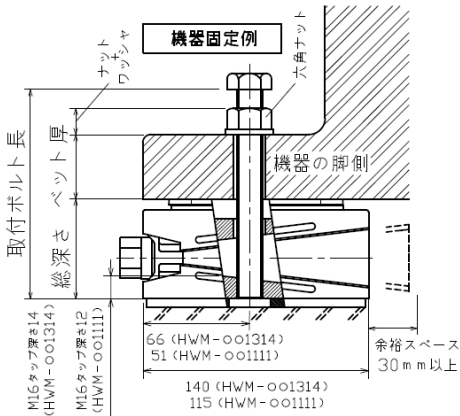
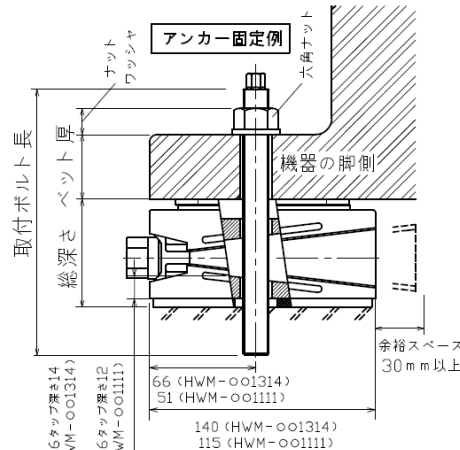

図1
図2 (HWM-SC1314)
- レベル調整時、中(クサビ形状) パーツが前後に移動します。ハイウェッジ後部に30mm以上のスペースを確保ください。(図1)
- ハイウェッジをボルトで固定する時は、ボルト・ナット・ワッシャを機器の脚側より挿入し、ハイウェッジの取り付けタップ穴にねじ込みます。アンカー固定時は、ハイウェッジの穴を使用して機器と挟み込み固定します。(図1、図2)